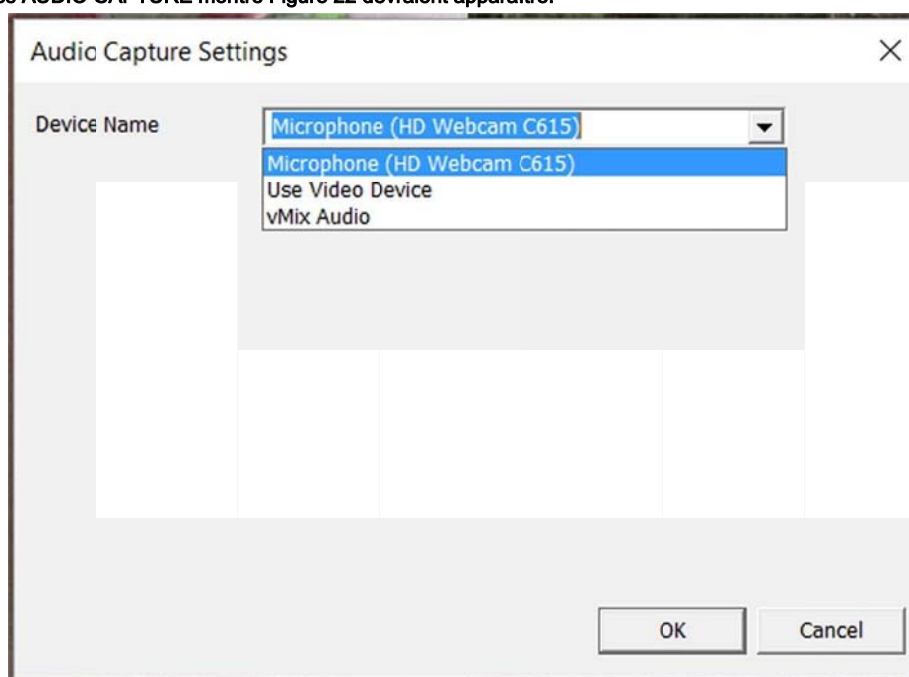

Figure 22 - L'AUDIO écran de capture vous permet de sélectionner le périphérique audio.
- L'écran Paramètres AUDIO CAPTURE montre Figure 22 devraient apparaître.